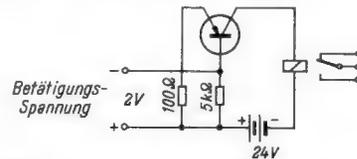

Bild 1. Relais mit vorgeschaltetem Transistor
Steht eine niedrige Spannung (in der Größe von  $2 \text{ V} = \pm 10\%$ ) für die Betätigung des Relais zur Verfügung, so ist die Type 595 HS(A) heranzuziehen. Sie benötigt (Bild 1) eine zusätzliche Speisespannung von  $24 \text{ V} = \pm 5\%$  bis  $-10\%$ . Beim Anlegen der Erreger-spannung an den Emitterkreis, in dem dann ein Strom von etwa 1 mA fließt, nimmt der Strom im Kollektorkreis einen Wert von 10...15 mA an; das in diesem Kreis liegende Relais betätigt seine Kontakte, die mit max. 5 A bei 250 V~ oder 30 V= belastbar sind. Die Widerstände erhöhen die Stabilität der Schaltung. Die Ausführung A ist mit beliebiger Kontaktbestückung, höchstens jedoch mit zwei Umschaltkontakten, erhältlich.